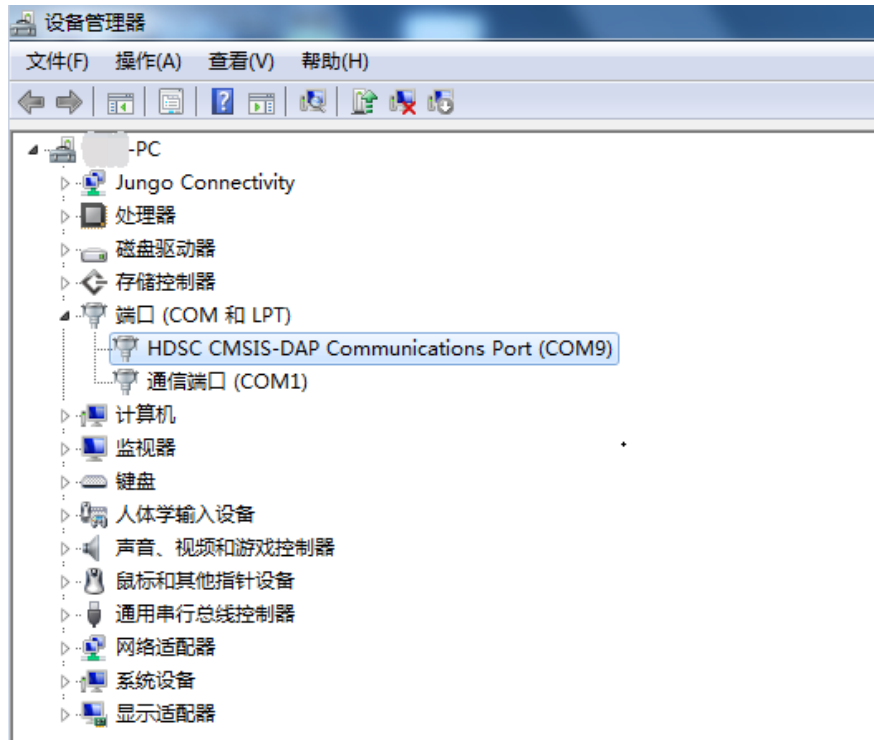

图 10 CM 仿真器虚拟串口端口
7. 参考图 10，通过设备管理器查看端口，出现 CM 仿真器虚拟端口（HDSC CMSIS-DAP Communications Port）。